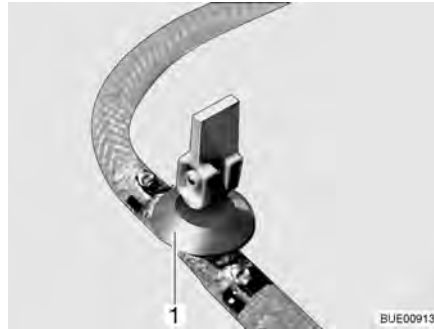

Fig. 155 Robinet de vidange
- Fermer le(s) robinet(s) de vidange. Placer le levier à bascule (Fig. 155,1) en position horizontale.
- Ouvrir le(s) robinet(s) de vidange (Fig. 155). Pour cela, placer le levier à bascule (Fig. 155,1) en position verticale. Le chauffe-eau se vide à l'extérieur.